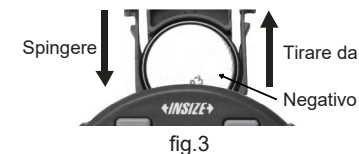

fig.3
3. Installare e rimuovere la batteria (CR2032); il lato negativo della batteria deve essere rivolto verso l'esterno (fig. 3).